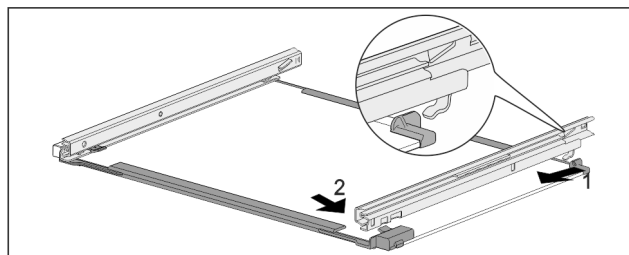

Fig. 228 Pllaka e xhamit me shinat
- Kapni shinën në kapëse në pjesën prapa. Fig. 228 (1)
- Kapni shinën në kapëse në pjesën përpara. Fig. 228 (2)